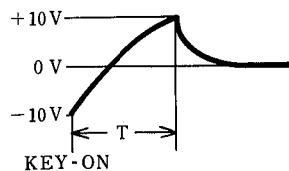

図 1
次にINITIAL LEVEL(P VR 1)レバーを「-5」に、ATTACK LEVEL(P VR 2)レバーを「+5」に、DECAY TIME(P VR 4)とRELEASE TIME(P VR 5)レバーを「S」側にセットする。そして、TP 2が $+8 \pm 0.1V$ になる様にATTACK TIME(P VR 3)レバーをセットする。KEY-ON(K TR(I-3)端子が $-7V$)した時、A(III-5)端子に図1が得られ、図1のTが $4 \pm 0.1ms$ になる様に(VR 2)により調整し、KEY-ONから5秒以上経過後にはA端子が $0 \pm 5mV$ になる様に(VR 1)により調整する。
⑨次に、TP 2が $+3 \pm 0.05V$ になる様に、ATTACK TIME(P VR 3)レバーをセットしてKEY-ONした時、図1のTが125msより長い時は、さらに長く、短かい時は短くなる様に(VR 3)により調整する。
再度、TP 2を $+8 \pm 0.1V$ にして、図1のTが $4 \pm 0.1ms$ になる様に(VR 2)により再調整する。これをくり返し行ない、TP 2が $3 \pm 0.1V$ の時、Tが $125 \pm 5ms$ になること。